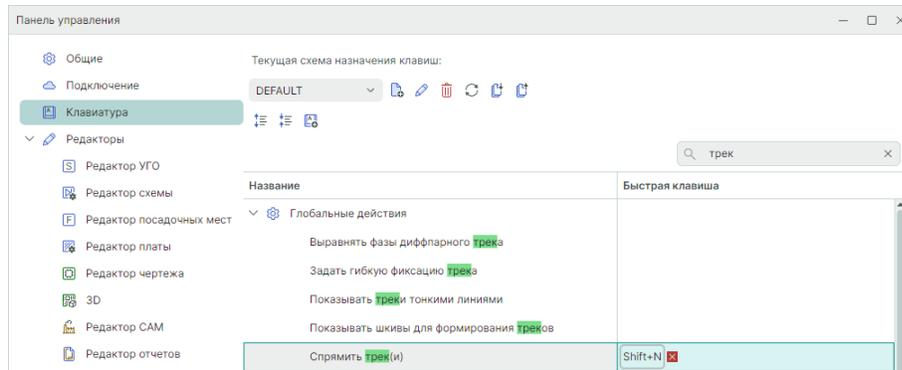

Рис. 71 Отображение заданной клавиши (комбинации клавиш)
- Быстрая клавиша будет задана, см. Рис. 71.